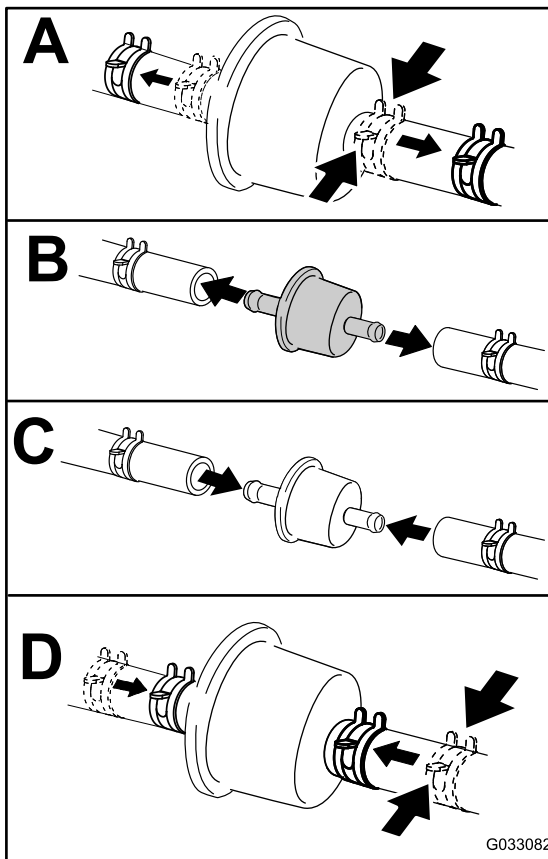

Figure 52
5. Remplacez le filtre à carburant (Figure 52).
5. Débranchez le câble positif (rouge) de la borne de la batterie (Figure 52).